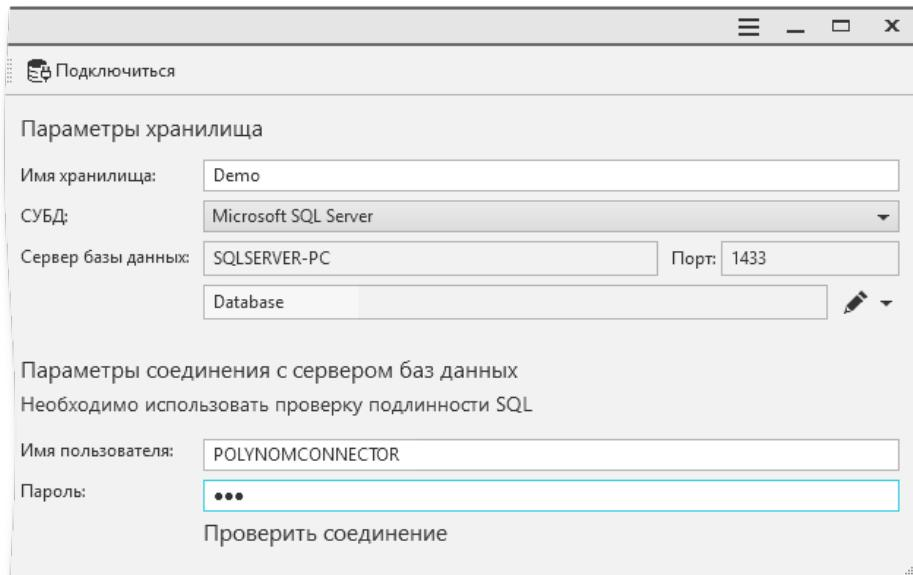

Рис. 4.43
1. На вкладке **Параметры хранилища** укажите параметры соединения с сервером базы данных и нажмите кнопку **Проверить соединение** (рис. 4.43).